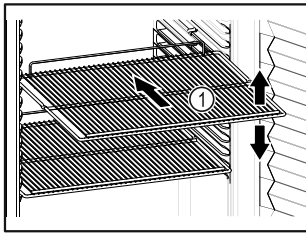

Fig. 61 Példaként szolgáló ábrázolás
- Ha a tároló rácsok Fig. 61 (1) áthelyezhetők, akkor igazítsa be őket a kívánt magasságnak megfelelően.